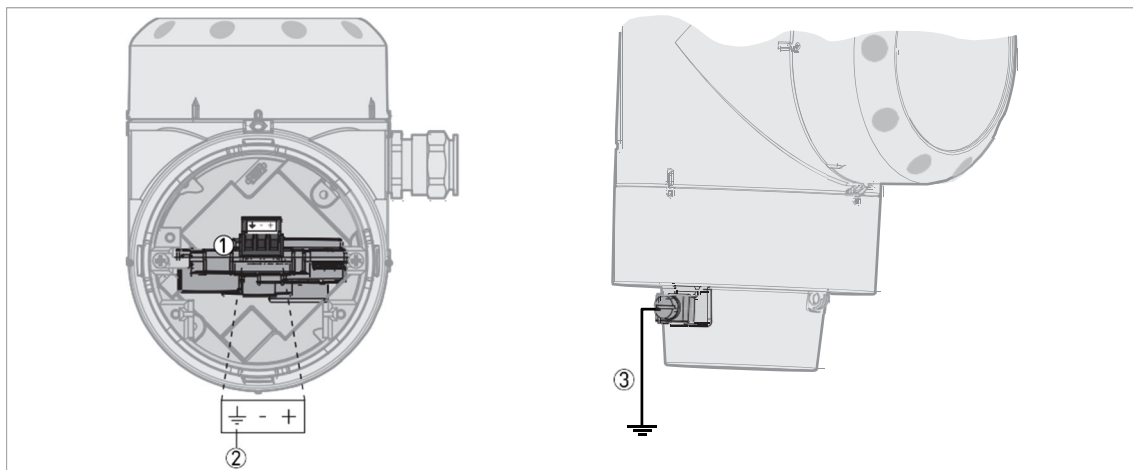

図 3-1 : 接続端子(1出力仕様の場合)
- 表示部側にある電源端子(図 3-1)のコネクタには接続しないでください。
- ・表示部側にある電源端子(図 3-1)のコネクタには接続しないでください。